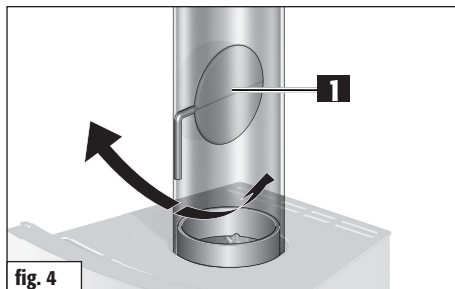

fig. 4
Le poêle-cheminée Olbia doit être raccordé à une cheminée appropriée avec une hauteur effective d'au moins 4,50 m. Il peut fonctionner avec une cheminée sur laquelle plusieurs foyers sont raccordés. Le diamètre de la cheminée doit correspondre au diamètre du conduit de fumée. Une cheminée avec une hauteur effective trop petite et/ou une section trop grande ou trop petite peut avoir une incidence sur le tirage. La pression de refoulement (tirage de la cheminée) nécessaire pour le poêle-cheminée Olbia est de 12 Pa. Des pressions de refoulement plus élevées entraînent une augmentation des émissions du foyer, une contrainte accrue sur le foyer et même des dommages. La pression de refoulement maximale admissible pour Olbia est de 35 Pa à l'entrée des gaz d'échappement de la cheminée. L'installation d'un clapet d'étranglement (fig. 4/1) ou d'un limiteur de pression de refoulement peut s'avérer utile.
Le registre (fig. 4/1) est un élément fonctionnel en option. Il est monté dans le conduit de fumée et sert à réguler le flux des gaz de fumée, réduisant ainsi la vitesse de combustion. Si la poignée du registre est perpendiculaire au conduit de fumée, le flux des gaz de fumée est réduit au maximum. En règle générale, nous recommandons d'installer un clapet d'étranglement pour réduire la pression de refoulement. Respectez les réglementations légales en vigueur spécifiques au pays.
**Avant d'ouvrir la porte du foyer durant la phase de combustion, ouvrir d'abord le registre (fig. 4).**